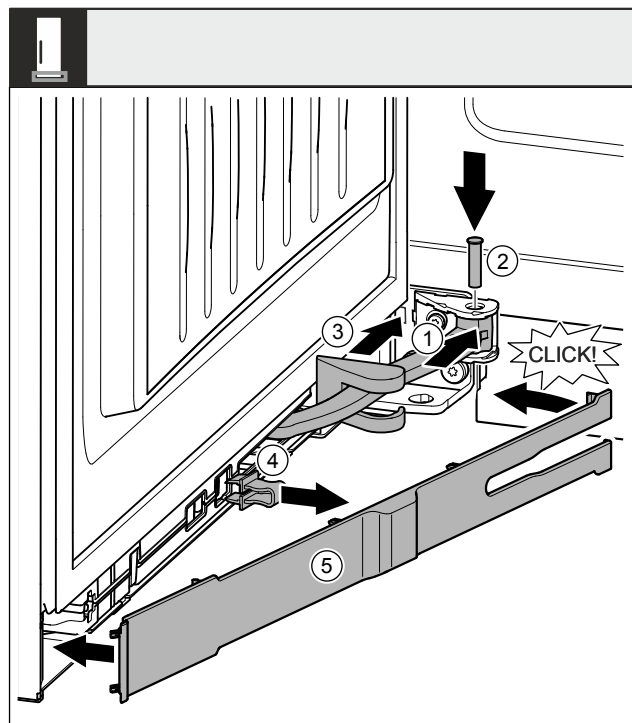

Fig. 54
- ▶ Otočte kloub Fig. 54 (1) v závěsu.
- ▶ Šroubovákem vložte čep Fig. 54 (2) do závěsu a kloubu. Přitom dávejte pozor, aby byla zajišťovací vačka správně usazena v drážce.
- ▶ Posuňte kryt stojanu ložiska Fig. 54 (3) podél kloubu a namontujte nad závěsem.
- ▶ Pojistku Fig. 54 (4) vytáhněte.
- ▶ Záslepku Fig. 54 (5) na straně madla nasadíte a sklopte.